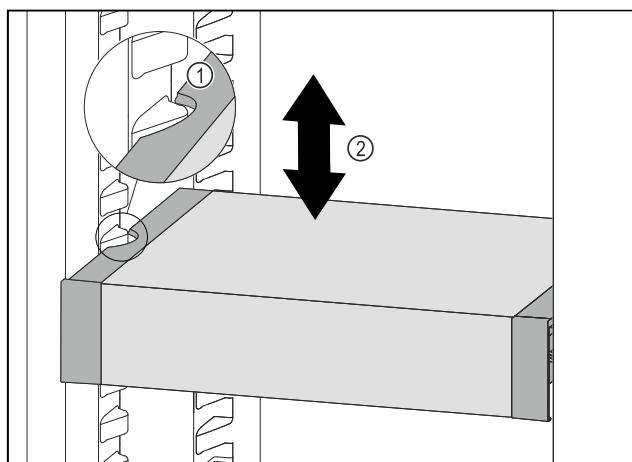

Fig. 89
- ▶ Tirer le VarioSafe vers l'avant jusqu'à ce que les encoches latérales du VarioSafe soient à la hauteur de la nervure du bac dans la partie réfrigérateur. Fig. 89 (1)
- ▶ Déplacer le VarioSafe vers le haut ou vers le bas dans la partie réfrigérateur jusqu'à ce que la hauteur souhaitée soit atteinte. Fig. 89 (2)